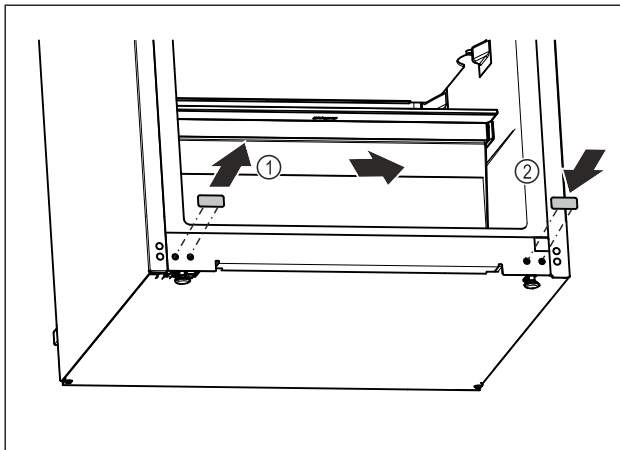

Fig. 13
- ▶ Trek de afdekdop eruit. Fig. 13 (1)
- ▶ Plaats de afdekdop aan de andere kant. Fig. 13 (2)